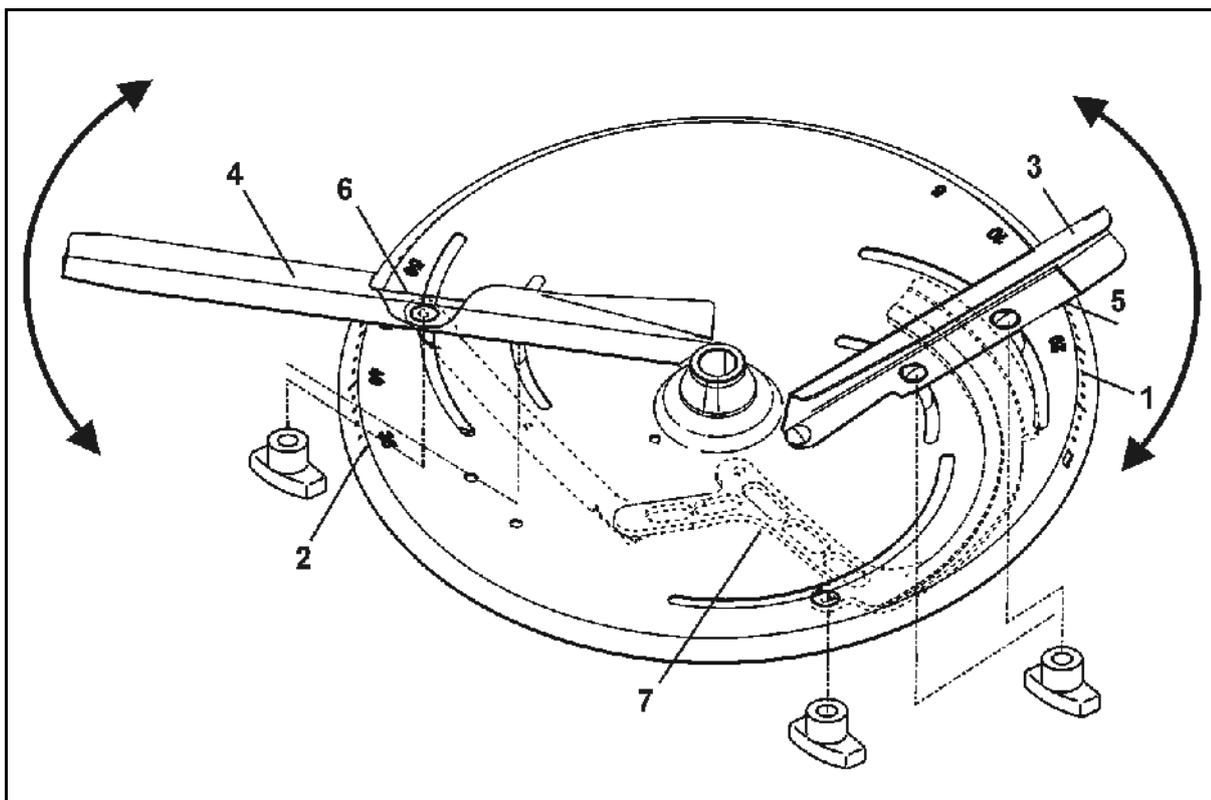

Fig. 60
Para una regulación precisa y sin necesidad de herramientas de cada una de las paletas distribuidoras, los discos de distribución disponen de unas escalas graduadas (Fig. 60/1 y Fig. 60/2) diferentes que no pueden intercambiarse entre sí.
- La pala de dispersión corta (Fig. 60/3) tiene asignada la escala (Fig. 60/1) con los valores del 5 al 28, y la pala larga (Fig. 60/4), la escala (Fig. 60/2) con los valores del 35 al 55.
- Para la pala de dispersión corta (Fig. 60/3), determinar los valores en el indicador (Fig. 60/5).
- Para la pala de dispersión larga (Fig. 60/4), determinar los valores en el indicador (Fig. 60/6).
- Al ajustar las palas de dispersión a un valor más alto de la escala (Fig. 60/1 o Fig. 60/2) se incrementa la anchura de trabajo.